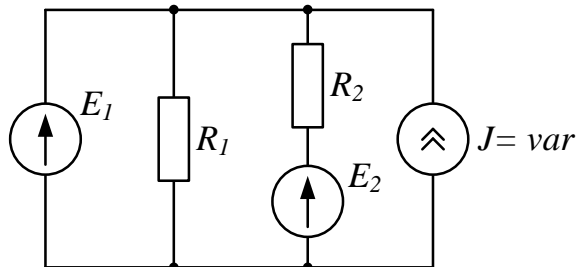

Рис. 2
2. Проанализировать влияние тока источника тока \mathcal{J} на токи ветвей схемы (рис. 2).